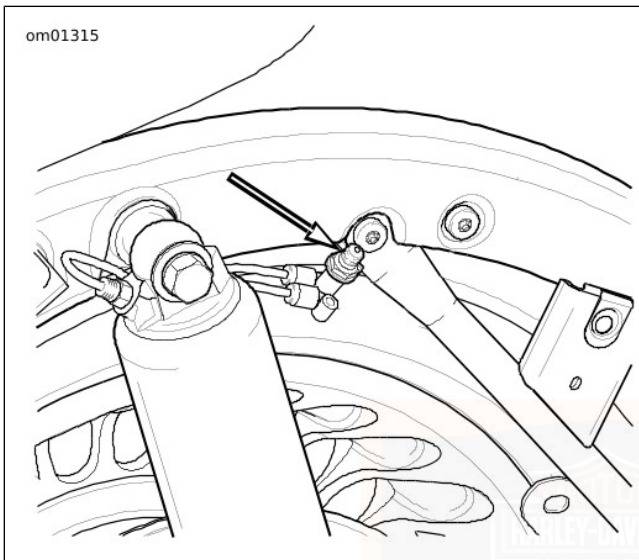

Figura 19. Válvula de aire de la suspensión trasera
2. Vea Figura 19. Quite la tapa de la válvula de aire ubicada detrás del amortiguador en el lado izquierdo del vehículo.